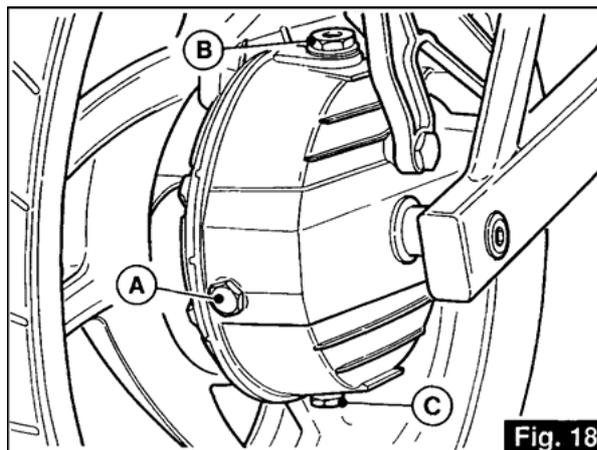

Fig. 18
4.4 LUBRIFICATION DU PONT AR (fig. 18)